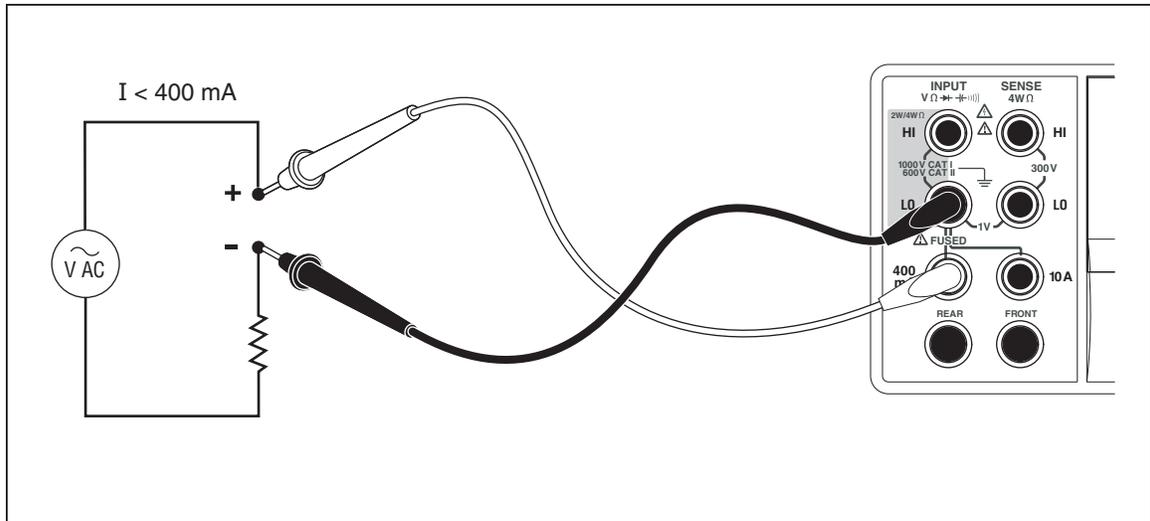
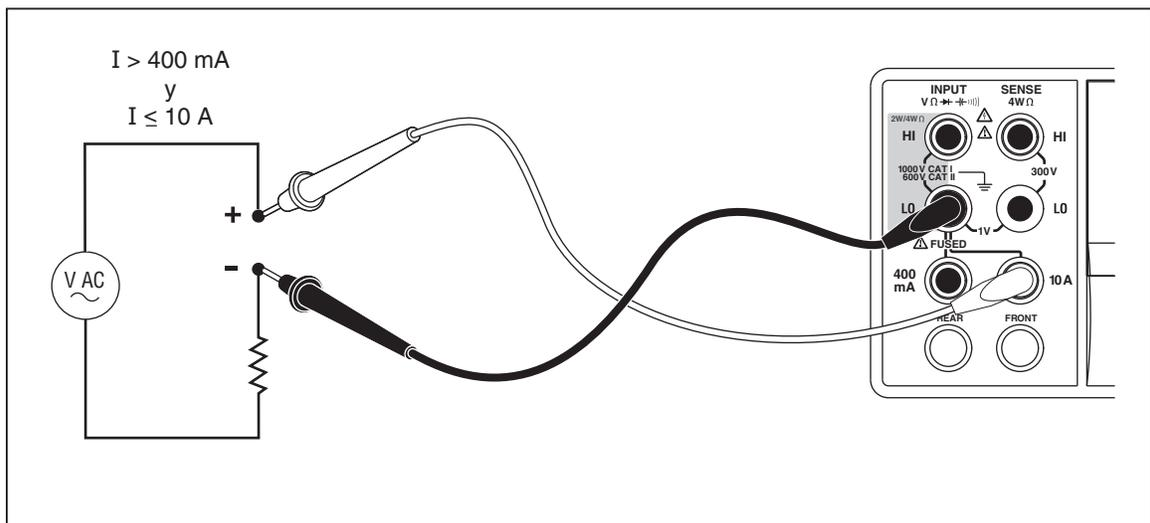

Figura 4-4. Conexiones de entrada para mediciones de corriente de menos de 400 mA
Figura 4-5. Conexiones de entrada para mediciones de corriente de más de 400 mA
El multímetro es capaz de hacer mediciones de corriente de CA y CC hasta 10 A. Se utilizan dos conectores separados de entrada, junto con el conector **LO**, para realizar mediciones de corriente. Para obtener una resolución óptima, las mediciones de corriente que no excedan los 400 mA deben hacerse utilizando los conectores de entrada **LO** y **mA**, tal como se muestra en la figura 4-4.
Las mediciones de corriente cuyos valores se esperan entre 400 mA y 10 A se hacen utilizando los conectores de entrada **Input LO** y **10A**, tal como se muestra en la figura 4-5.
1. Conecte los conductores de prueba entre los conectores de entrada del multímetro y el circuito medido, tal como se muestra en la figura 4-4 para corrientes de 400 mA o menos, o en la figura 4-5 para corrientes de hasta 10 A.
1. Conecte los conductores de prueba entre los conectores de entrada del multímetro y el circuito medido, tal como se muestra en la figura 4-4 o en la figura 4-5, basándose en el nivel anticipado de corriente.